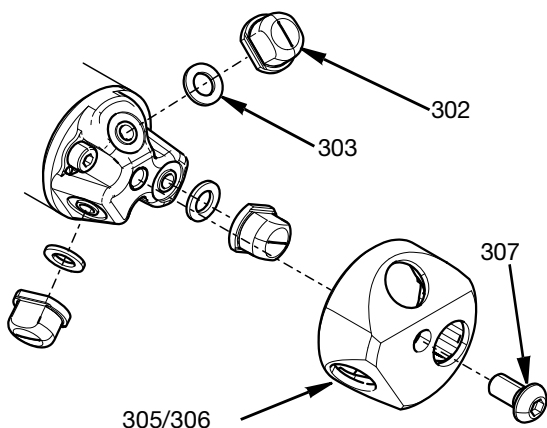

FIG. 9
- a. Retirez le capuchon de la buse (305/306) avec les buses (302) qui y sont fixées en retirant la vis à tête de bouton M6 (307).
- b. La garniture de la buse (303) peut alors être retirée. Voir FIG. 9